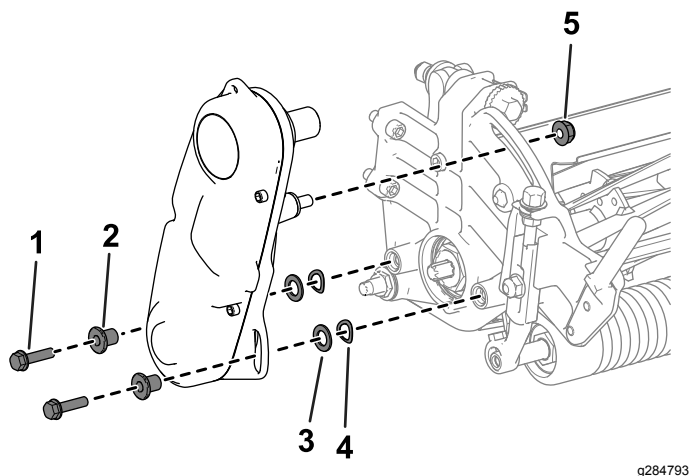

图 5
1. 卸下将滚刀驱动组件固定到侧板上的五金件图 5。
2. 从侧板上卸下滚刀驱动组件、扁平垫圈、弹簧垫圈和隔片图 5。